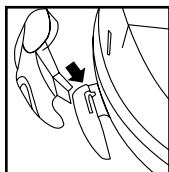

FIGURE 11
11. Insérez les ongles en forme de « J » dans les rainures du rebobineur. **FIGURE 11.** Appuyez vers le bas jusqu'à ce que les ongles s'enclenchent en position.